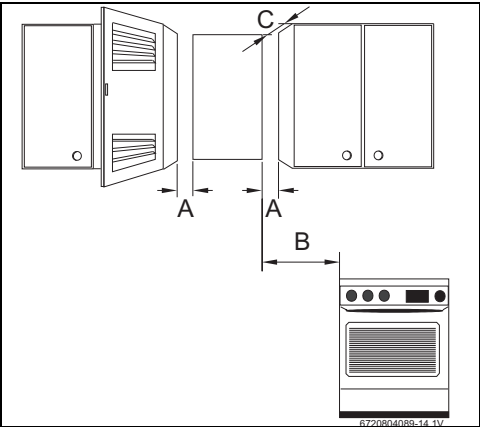

Fig. 12 Distancias mínimas
- Respetar las dimensiones mínimas que constan en la fig. 12.
- Asegurar el fácil acceso para trabajos de mantenimiento y asegurarse de cumplir con las distancias mínimas indicadas en la imagen 12.